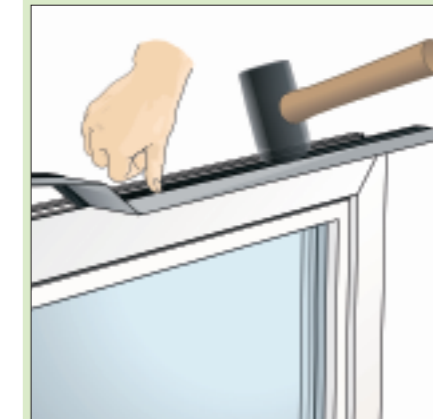

Bild 5: Geeignete Kederfolie in die äußeren Blendrahmen-Nuten einbringen
- Die Folie mit dem geeigneten Keder sorgfältig in die jeweils äußere Blendrahmen-Nut, ggf. mit Hilfe eines Gummihammers einbringen (Bild 5).